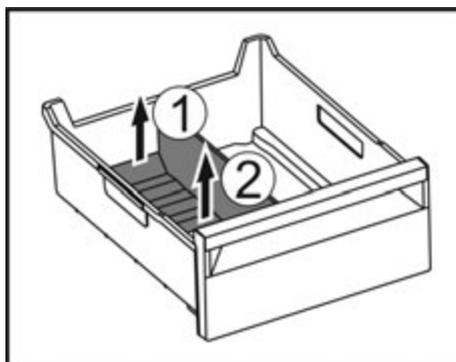

Fig. 54
► Підняти задню частину перегородки відділення для льоду. Fig. 54 (1)
► Вилучити перегородку рухом вгору. Fig. 54 (2)